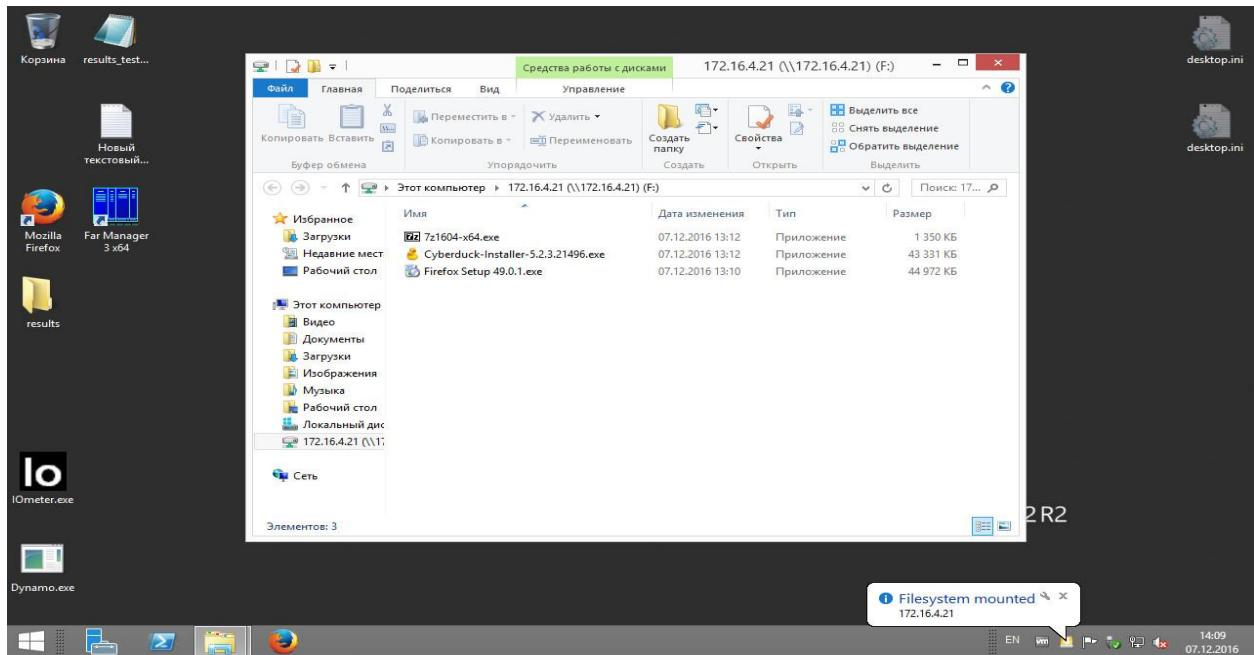

Рисунок 66 – Файловый менеджер
- 14) Появится сообщение в области уведомлений об успешном монтировании ресурса и откроется файловый менеджер (см. Рисунок 66).